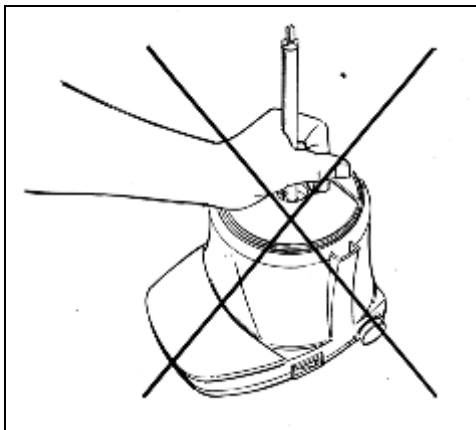

Fig. 14
**In mancanza della pentola non mettere mai le mani sulla piastra (vedi fig. 14).**